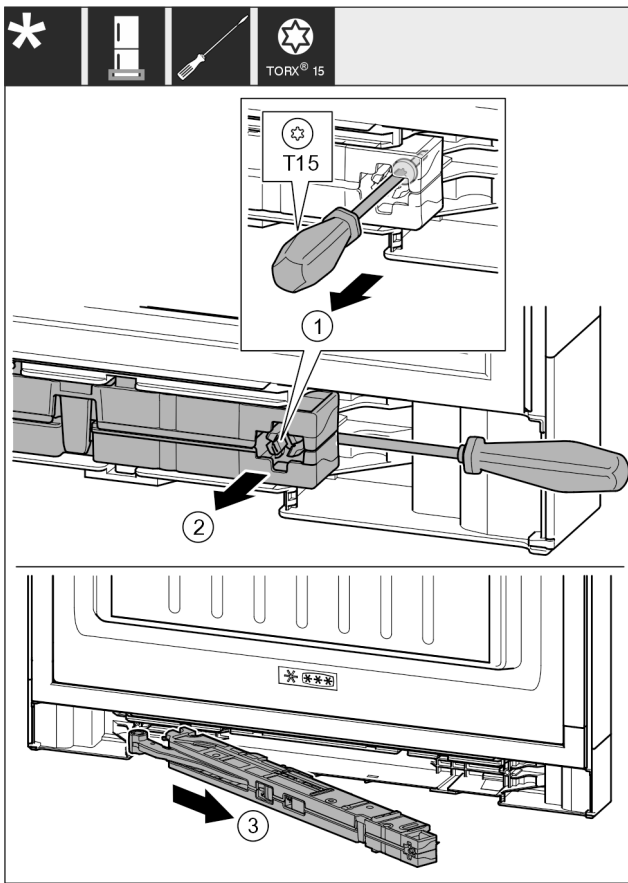

Fig. 17
- ▶ Avaa sulkuvaimenninyksikön ruuvia T15-ruuvimeisselillä noin 14 mm. Fig. 17 (1)
- ▶ Työnnä ruuvimeisseli kahvan puolella sulkuvaimenninyksikön taakse. Käännä yksikkö eteenpäin. Fig. 17 (2)
- ▶ Vedä yksikkö irti. Fig. 17 (3)